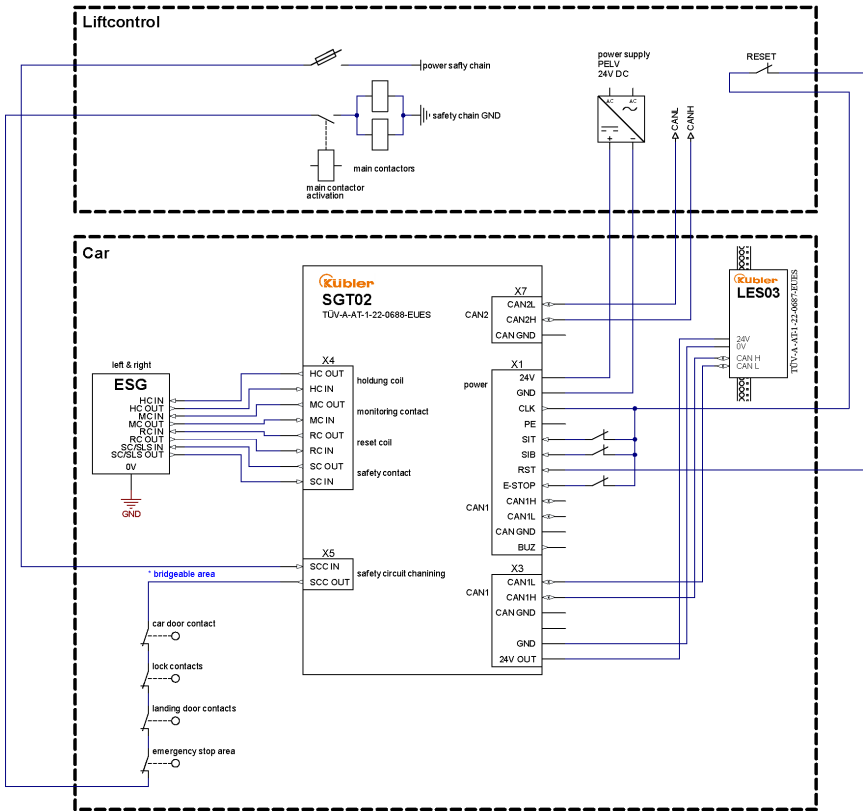

图 2: 含电控机械式限制装置 (ESG) 复位 (Reset) 的示例。
- 对于含复位装置（8.SGT02.x1xx.xxxx）的版本，根据图 2 [► 244] 连接两个插头 X4（HC、MC、RC 和 SC）。